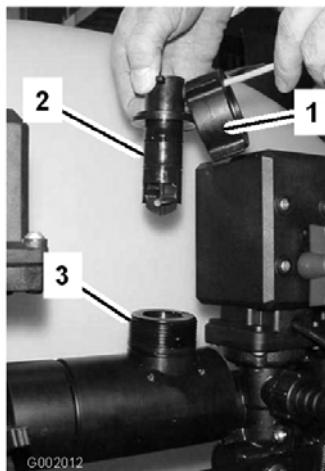

図 67
2. フローメータのボディーについているリテナ・キャップを取る(図 67)。